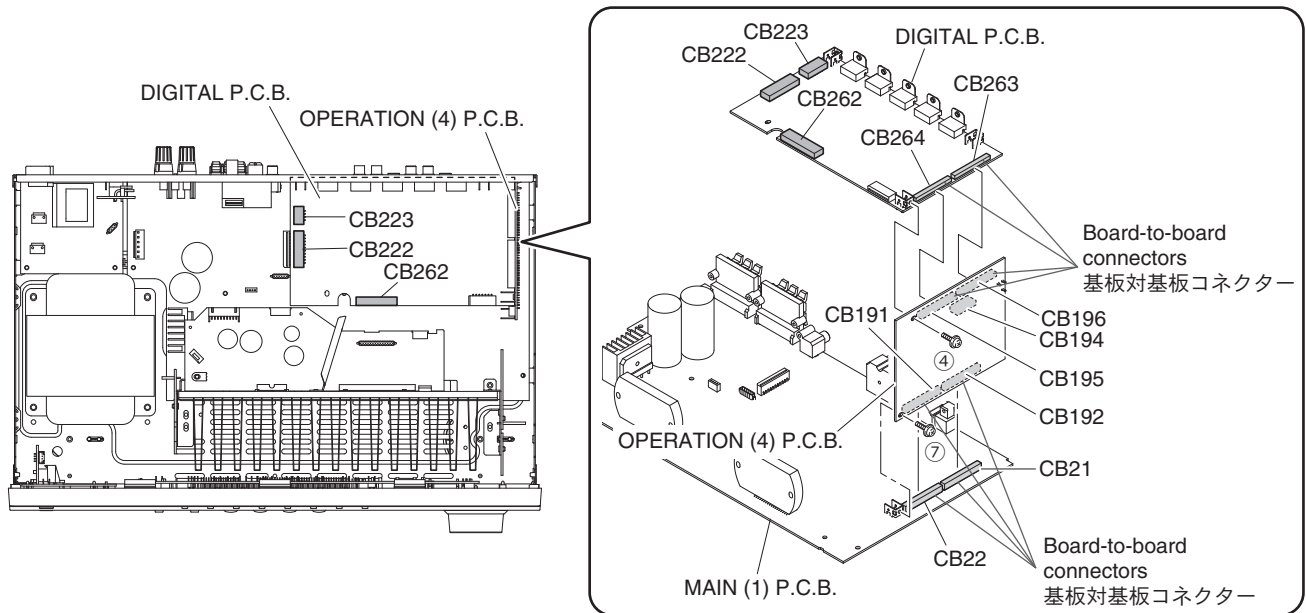

Fig. 2
- a. Remove CB222 and CB223 (Fig. 2)
- b. Unlock and remove CB262. (Fig. 2)
- c. Remove screw (④). (Fig. 2)
- e. Remove the DIGITAL P.C.B. which is connected directly to the OPERATION (4) P.C.B. with board-to-board connectors. (Fig. 2)
- a. CB222、CB223 を外します。(Fig. 2)
- b. ロックを外し、CB262 を外します。(Fig. 2)
- c. ④のネジ 1 本を外します。(Fig. 2)
- e. DIGITAL P.C.B. を外します。ただし、DIGITAL P.C.B. は OPERATION (4) P.C.B. に基板対基板コネクタで直接接続されています。(Fig. 2)
4. Removal of OPERATION (4) P.C.B.
- a. Remove CB194. (Fig. 2)
- b. Remove screw (⑦). (Fig. 2)
- d. Remove the OPERATION (4) P.C.B. which is connected directly to the MAIN (1) P.C.B. with board-to-board connectors. (Fig. 2)
4. OPERATION (4) P.C.B. の外し方
- a. CB194 を外します。(Fig. 2)
- b. ⑦のネジ 1 本を外します。(Fig. 2)
- d. OPERATION (4) P.C.B. を外します。ただし、OPERATION (4) P.C.B. は MAIN (1) P.C.B. に基板対基板コネクタで直接接続されています。(Fig. 2)